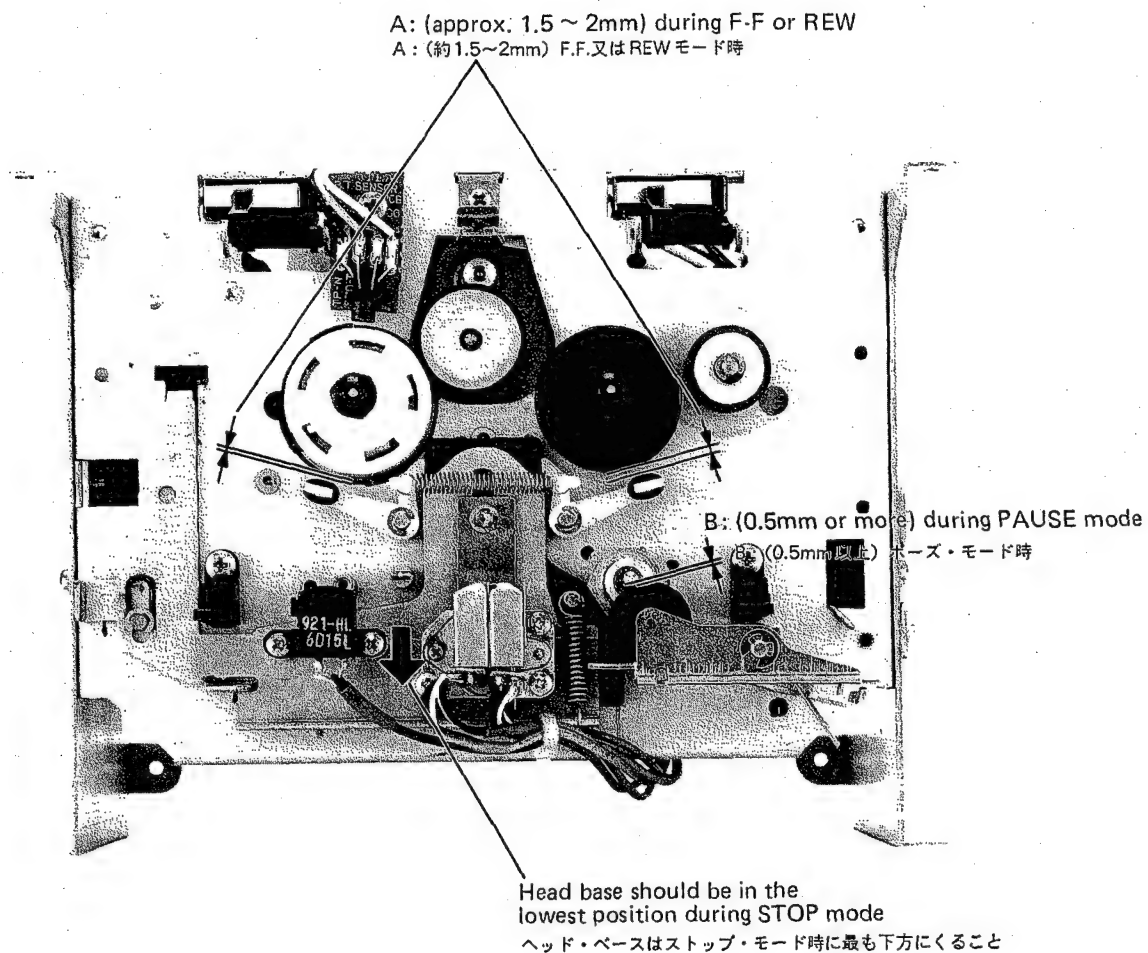

Fig. 5-7
- a) A clearance between brake drum and brake pad ("A" in Fig. 5-7) of approx. 1.5 to 2 mm.
- ・ブレーキ・ドラムとブレーキ・パッドのすき間 (図5-7の A) が約 1.5mm~2mm であること。
2. Set the deck to PAUSE mode and observe the clearance between the pinch roller and capstan shaft ("B" in Fig. 5-7). It should be 0.5 mm or more.
2. ポーズ・モードの時にピンチ・ローラとキャプスタン・シャフトの間隔 (図5-7のB) が約0.5mm以上であるか確認する。